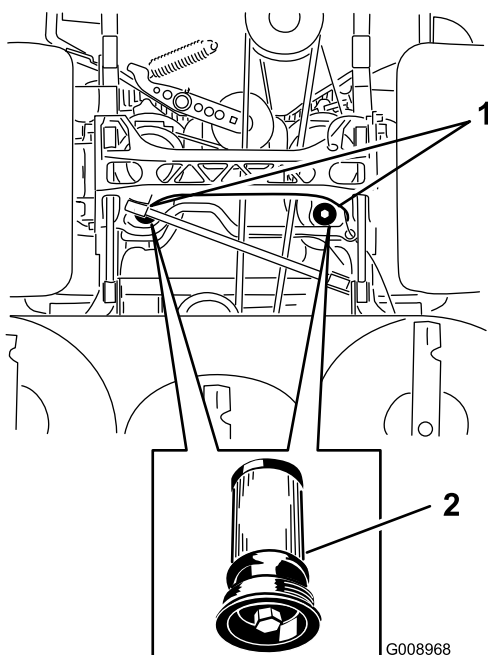

Figura 112
- Coloque un recipiente debajo del filtro, retire el filtro usado y limpie la superficie (Figura 112).
- Aplique una capa fina de fluido hidráulico a la junta de goma del filtro nuevo (Figura 112).